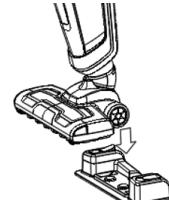

Fig. 8
- Fixați aspiratorul pe rezervorul de apă (Fig. 8).
- Cu ajutorul butonului de comutare (E) udați textilul mopului după necesitate.